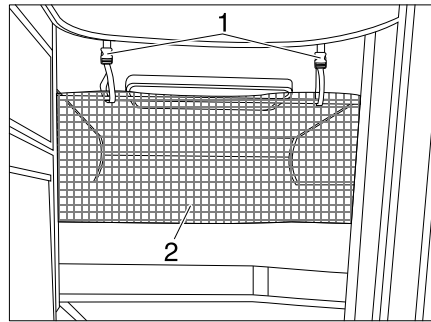

Bild 162 Sicherungsnetz
Das Sicherungsnetz (Bild 162,2) ist serienmäßig zwischen Matratze und Lattenrost verstaut. Das Sicherungsnetz erst aufspannen, wenn sich die Person bereits im Bett befindet.
- Die Haltebänder (Bild 162,1) in die Halterungen an der Decke einrasten.